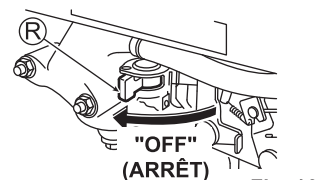

Fig. 16
3. Placez le robinet de carburant (R) sur "OFF" (ARRÊT). (Voir Fig. 16)